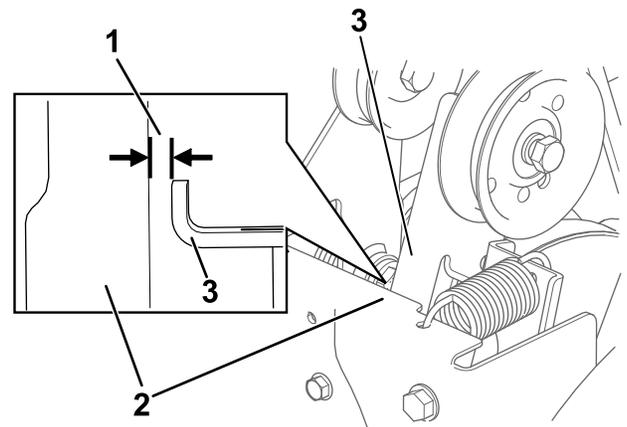

Figure 26
3. Lorsque le levier de commande de la vis sans fin/turbine est désengagé, vérifiez qu'il existe un écart de 1,5 mm entre le bras d'embrayage de la vis sans fin et le châssis de la machine, comme montré à la Figure 26.